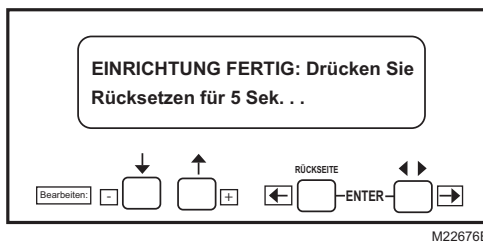

Fig. 22. Tela Configuração concluída.
22. Pressione a seta para baixo se quiser confirmar o tempo de pós-expurgo correto. "Obtendo dados" será exibido até que a tela da Fig. 22 seja exibida.